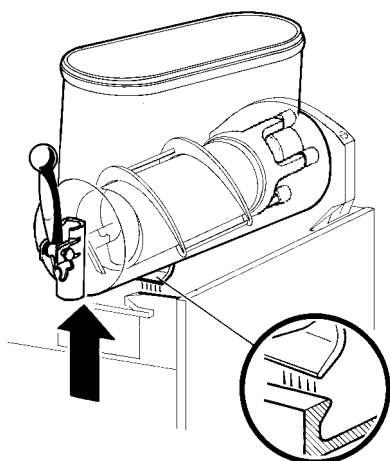

figure 7
- 2 Démontez le réservoir en poussant légèrement sa partie inférieure (côté robinet) vers le haut pour en libérer les crochets inférieurs (voir figure 7) et en le faisant ensuite glisser par